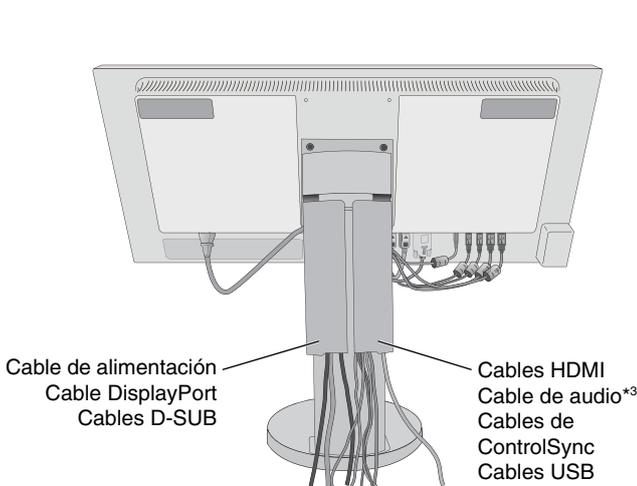
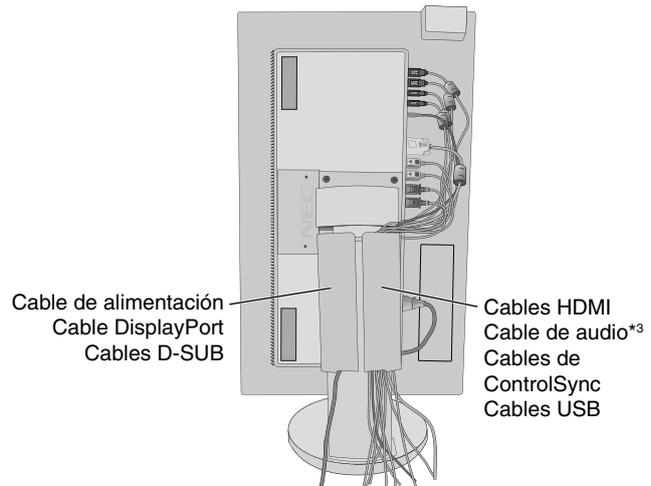

Figura C.2
Figure C.3
- Para mantener los cables bien ordenados, colóquelos en el sistema de conducto para cables incorporado en el soporte. Distribuya uniformemente los cables y sujételos en los corchetes (**figura C.2** y **figura C.3**).